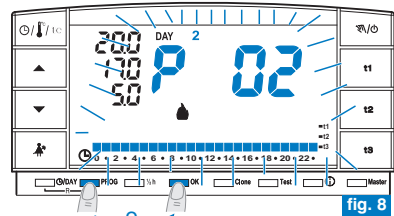

fig. 8
- Premere il tasto **PROG** per entrare in visualizzazione programmi, premere i tasti   (oppure **PROG** ad impulsi) sino a quando sul display appare il numero del programma che si vuole selezionare. I programmi **P 02** (inverno) e **P 03** (estate) come da impostazione di fabbrica, hanno tutti i digit sulla scala delle 24h riferiti alla temperatura di **t3** (Assenza) esempio in fig. 8.